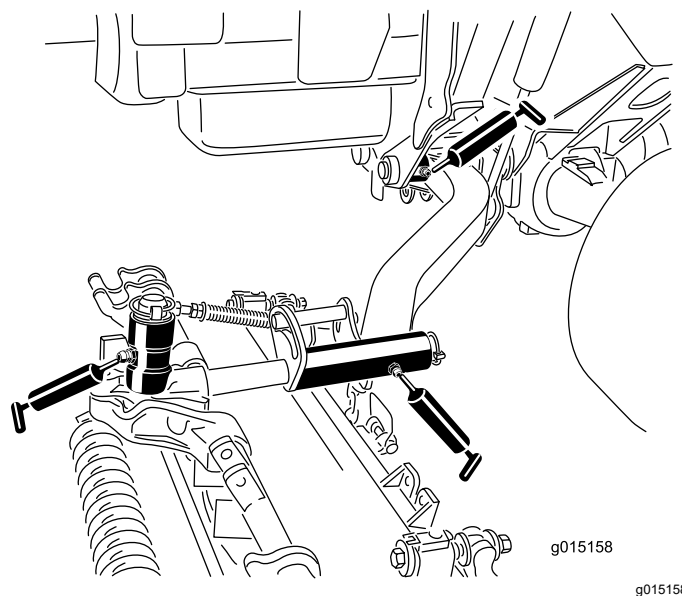

図 68
- 昇降アームのピボットブッシュカッティングユニット 1 台に 1ヶ所 図 68
- カッティングユニットのキャリアフレームカッティングユニット 1 台に 2ヶ所 図 68
- 昇降アームのピボットカッティングユニット 1 台に 1ヶ所 図 68